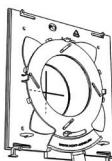

Рис. 1
- Для осуществления разметки, корпус клапана без крышки прикладывается к стене, отмечается центр отверстия воздушного канала (Рис. 1).